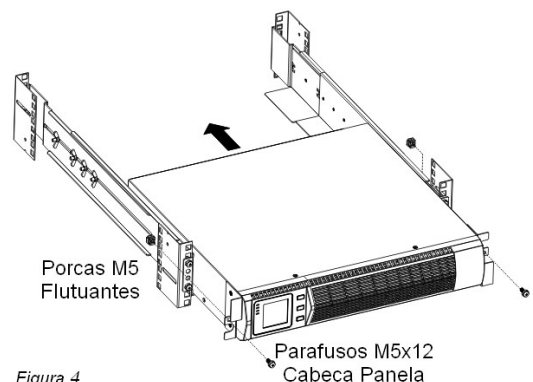

Figura 4
10. Coloque o Nobreak dentro do rack. Fixe a frente do Nobreak no rack, usando um parafuso cabeça panela M5x12 e uma porca de gaiola (flutuante) M5 em cada lado (veja FIG. 4). Fixa o nobreak com o parafuso em cada lado através do furo do suporte de montagem e o furo do trilho (veja FIGURA 4).